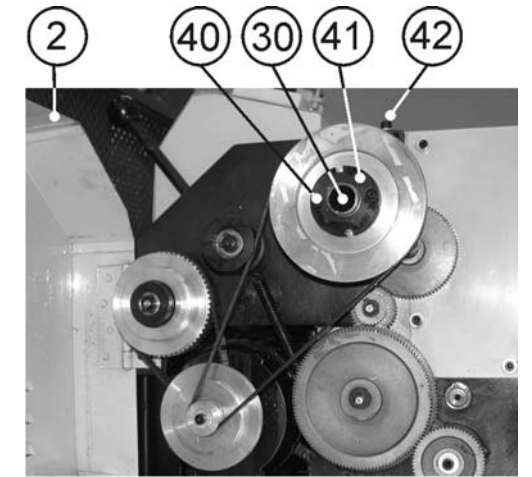

Рис.6
9.3. Регулировка биения шпинделя (Рис. 6)